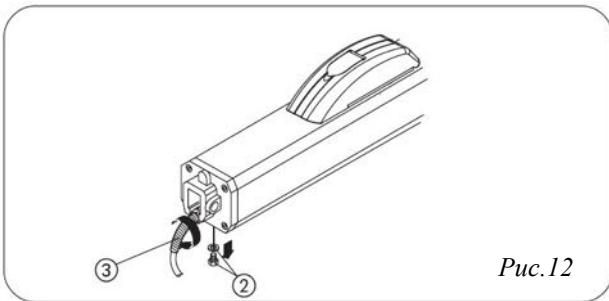

Рис.12
- 12) Приготовьте защитный кожух и закрепите его на приводе, как показано на Рис.11. Установите защиту кабеля от перегиба (Рис.12 ②).
- Удалите транспортировочный болт (Рис.12 ②).